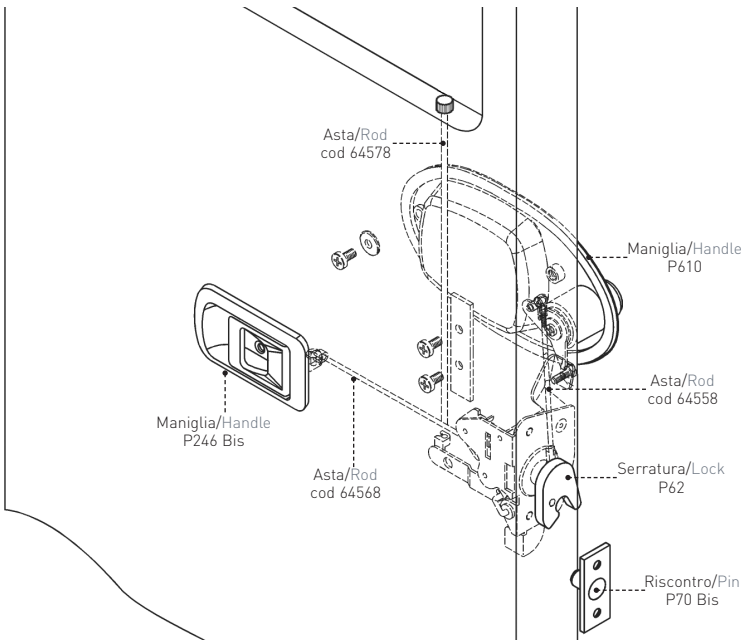

fig. 2
- 4 - Applicare le aste di collegamento, rispettivamente il cod. 64568 alla serratura P62 e alla maniglia P246 Bis, il cod. 64558 alla serratura P62 e alla maniglia P610 e il cod. 64578 alla serratura P.62 (vedi **fig. 2**).